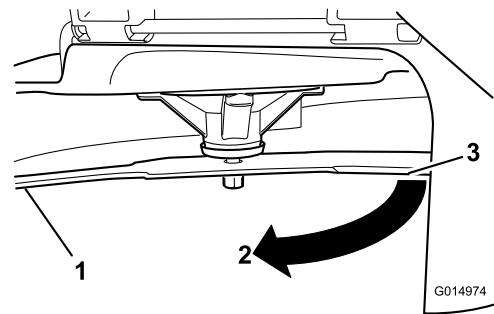

Figure 99
3. Mesurez la distance entre la lame et la surface (A)
4. Tournez la même lame de 180 degrés pour amener le tranchant opposé à la même position (Figure 99).